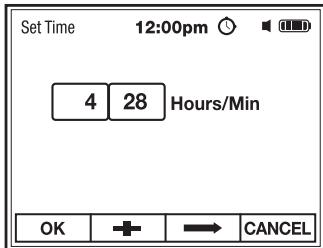

Fig. 28
2. Utilice los botones F2 ⇅ y F3 ⇆ para seleccionar un reloj de 12 horas o de 24 horas (Fig. 28).
3. Pulse el botón F1 OK para guardar la configuración y volver al Menú de Fecha/Hora (Fig. 28).
2. Utilice el botón de función **F2 +** para establecer el valor numérico (resaltado en rojo), (Fig. 28).
3. Utilice el botón **F3 ⇄** para seleccionar Horas o Minutos (Fig. 28).
4. Pulse el botón **F1 OK** para guardar la configuración y volver al Menú de Fecha/Hora (Fig. 28).